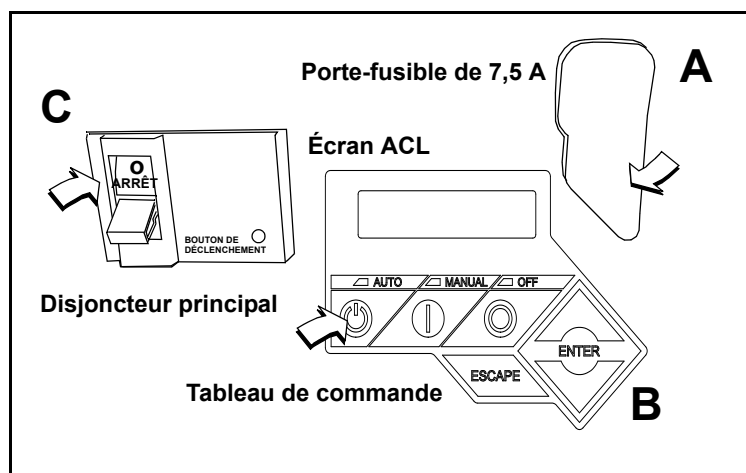

Figure 5-16. Panneau de commande du générateur
1. Soulevez la languette en caoutchouc qui recouvre le porte-fusible et installez le fusible de 7,5 A. Voir la partie A de la Figure 5-16.
3. Appuyez sur la touche AUTO du tableau de commande. Un voyant DEL vert s'allume pour confirmer que le système est en mode AUTO. Voir la partie B de la Figure 5-16.
4. Déplacez le commutateur du disjoncteur principal vers le haut à la position ON (fermé). Voir la partie C de la Figure 5-16.